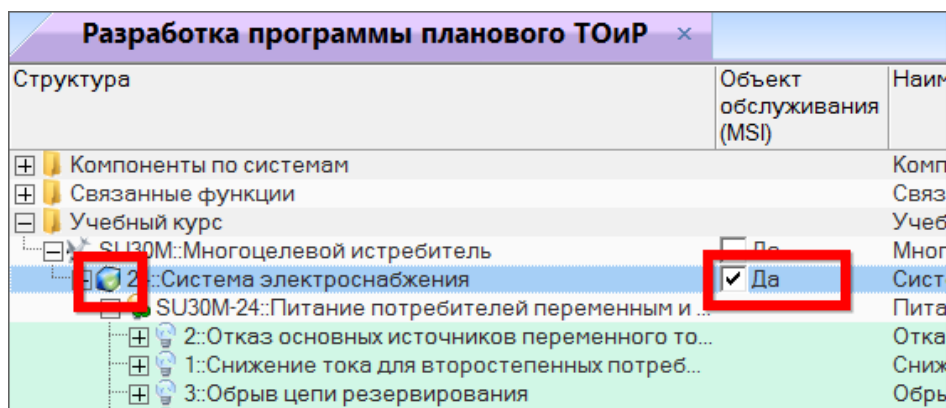

Рис. 11-6 – Установка флага в поле «Объект обслуживания (MSI)» вручную
- 4) В результате пиктограмма для этой системы поменяется с  на  (рис. 11-6), что указывает на признак MSI – элемент, важный для ТО (если флаг установлен для компонента, то пиктограмма меняется с  на .